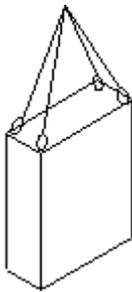

Fig. 8
1. ➤ Les câbles, sangles ou dispositifs d'arrimage multiple doivent être arrimés comme indiqué Fig. 8.